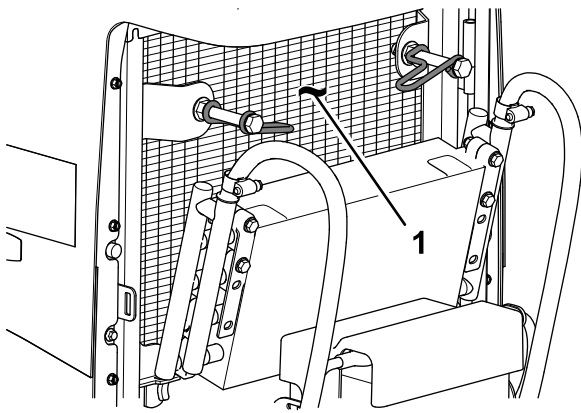

Bild 112
8. Reinigen Sie beide Seiten des Ölkühlers und des Kühlers gründlich mit Druckluft (Bild 112).